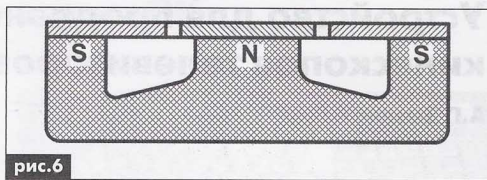

рис.6
2. Из соответствующего изотропного магнитного материала изготовить магнитную систему, в которой только верхний фланец будет из магнитно-мягкого материала. Магнитный зазор создать аналогично первому варианту. Поперечные сечения, перпендикулярные магнитным силовым линиям внутри магнита, на протяжении всей магнитной цепи должны быть максимально одинаковыми, с учетом технологических уклонов пресс-формы (рис.6). В этом варианте затраты магнитно-мягкой стали будут снижены в два раза по сравнению с первым вариантом, благодаря наличию только верхнего фланца.